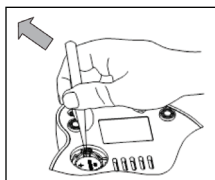

Figure 3
3. Pour retirer la batterie déplacer la languette métallique vers l'extérieur (peut utiliser un objet pointu), et éjecte l'empilement, la figure 3.